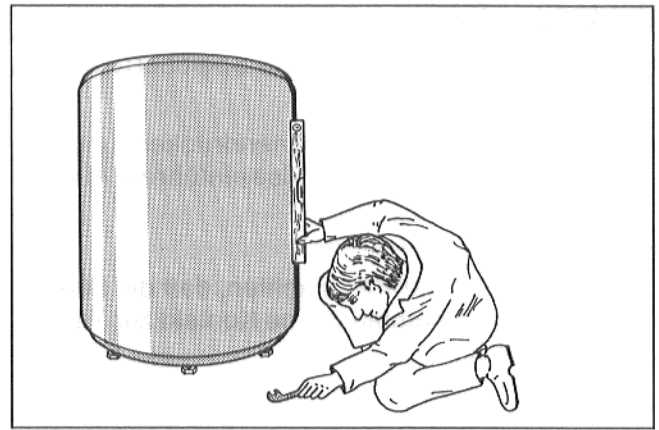

Abb. 6 – Prinzipabbildung
- Speicher-Wassererwärmer durch Justieren der Fußschrauben senkrecht ausrichten (Abb. 6).